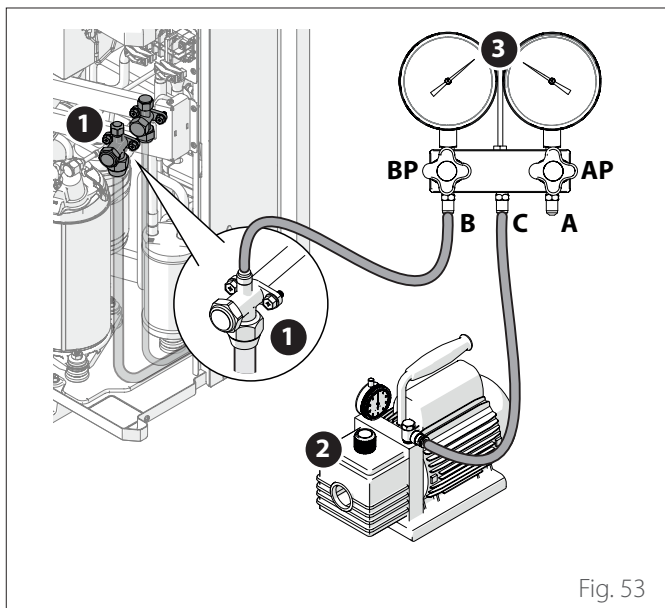

Fig. 53
- Collegare le tubazioni come indicato in figura "Fig. 53".
- Aprire i rubinetti (B) e (C).
- Aprire leggermente per qualche secondo la valvola di arresto (1) e richiuderla ("Fig. 53").